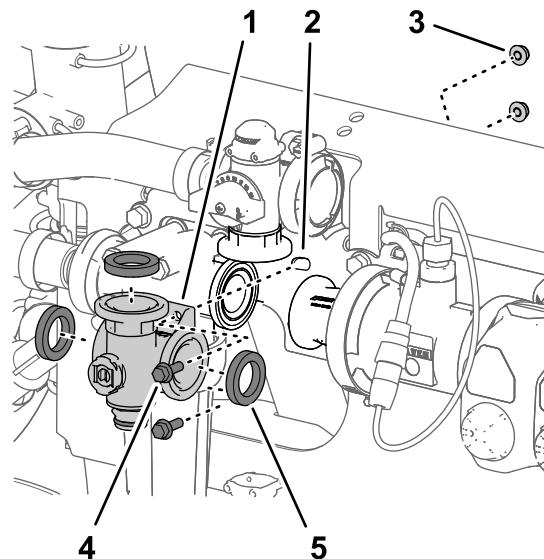

Figura 124
3. Retire los 2 pernos con arandela prensada ($\frac{1}{4}$ " x $\frac{3}{4}$ ") y las 2 tuercas con arandela prensada ($\frac{1}{4}$ ") que sujetan el distribuidor de la válvula de agitación al panel de montaje de las válvulas (Figura 124).
4. Retire el distribuidor de la válvula de agitación y las juntas de la máquina (Figura 124).